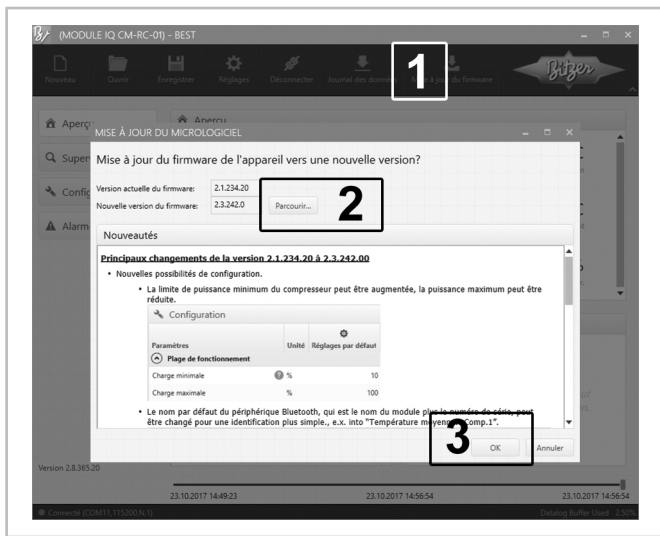

Fig. 13: Effectuer l'update du firmware
- Sélectionner MISE À JOUR DU FIRMWARE (1) et cliquer sur PARCOURIR... (2) (voir figure 13, page 84).
- Lancer la mise à jour du micrologiciel et attendre jusqu'à ce que la mise à jour soit confirmée. Confirmer avec OK (3).